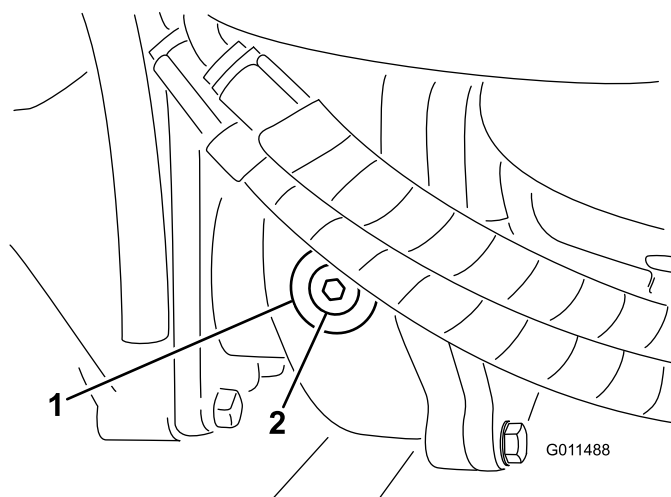

Figura 65
2. Togliete il tappo di controllo/riempimento dal lato sinistro del riduttore e verificate che il lubrificante raggiunga la base del foro (Figura 65).